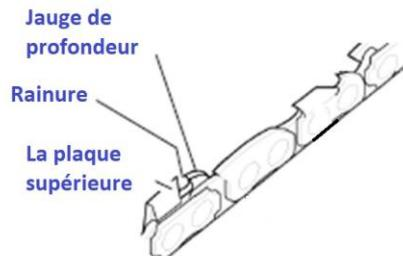

Fig. 13a
- 3) Placer une lime ronde de $5/32''$ (attachée à un guide-lime) entre la plaque supérieure et la jauge de profondeur, puis affûter les couteaux comme illustré aux Fig. 13a et 13b.